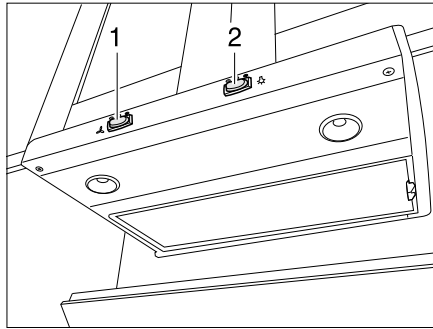

Bild 134 Dunstabzug
- Den Dunstabzug mit dem Schalter (Beispiel: Bild 134,1) ein- und ausschalten.
- Die Kochstellenleuchten mit dem Schalter (Beispiel: Bild 134,2) ein- und ausschalten.